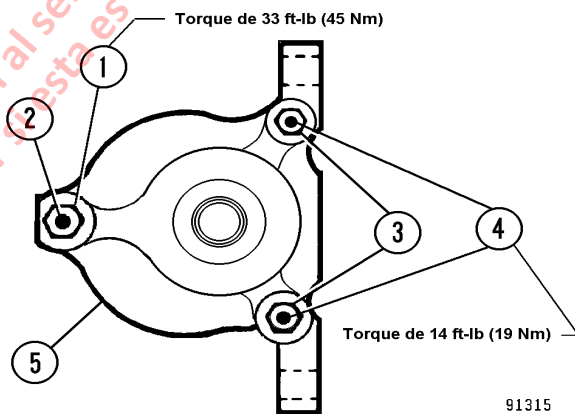

FIGURA 8-16. TORQUE DE LA TUERCA DEL PERNO DE ACOPLE PRINCIPAL
5. Instale los pernos de acople principales. Instale y apriete las tuercas de los pernos de acople a los torques que se muestran en la Figura 8-16.